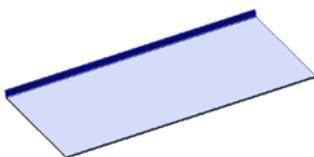
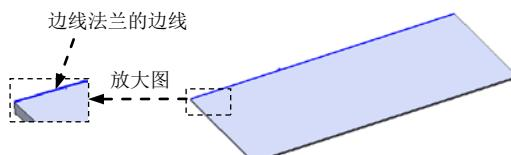

图 6.4 边线—法兰 1
图 6.5 边线法兰的边线
Step3. 创建图 6.4 所示的钣金特征——边线—法兰 1。
- (1) 选择命令。选择下拉菜单**插入(I)** → **钣金(B)** → **边线法兰(E)...**命令（或单击“钣金”工具栏中的“边线—法兰”按钮B）。
- (2) 定义特征的边线。选取图 6.5 所示的模型边线为生成的边线法兰的边线。
- (3) 定义法兰参数。
- ① 定义法兰角度值。在**角度(G)**区域的**角度(T)**文本框中输入角度值 90.0。
- ② 定义长度类型和长度值。在“边线—法兰”对话框的**法兰长度(L)**区域的**下拉列表**中选择**给定深度**选项，在**深度(D):**文本框中输入深度值 1.0。在此区域中单击“外部虚拟交点”按钮E。
- ③ 定义法兰位置。在**法兰位置(N)**区域中，单击“材料在外”按钮L。
- (4) 单击√按钮，完成边线—法兰 1 的创建。